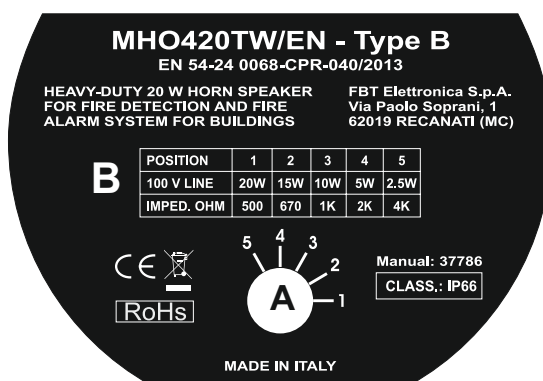

Fig. 2
Il cambio di potenza può essere effettuato operando sull'apposito regolatore a 5 posizioni (part. A, fig. 2) presente sul lato posteriore del diffusore. Inserire un piccolo cacciavite a lama piatta nella cava e ruotare in senso orario od antiorario fino a che il segno di riferimento non indica la potenza desiderata. La correlazione posizione/potenza sono indicate nella tabella (B).